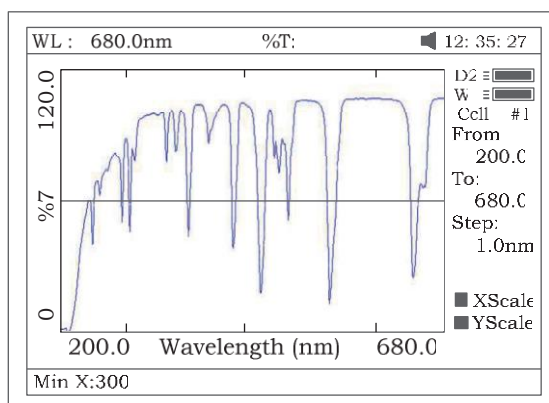
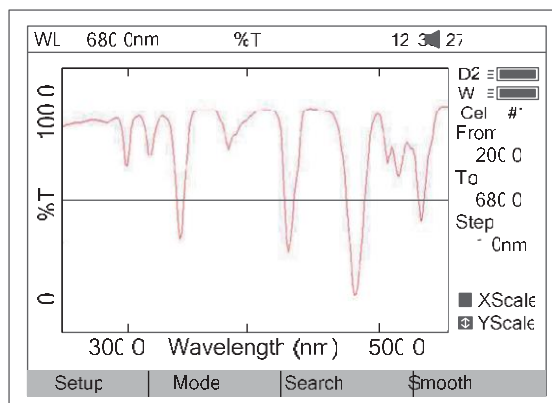

Fig46
Fig 47
- 5 Si desea cambiar la escala, pulse < o > para cambiar la escala “x” (Fig 46), introduzca los límites superior e inferior pulsando el teclado numérico. Para cambiar la escala “y” pulse Δ o ∇ . Después de estos cambios el instrumento redibujará la curva (Fig 47).
Pulse **SAVE** para guardar la curva. Nota: **Open/Save** requiere mostrar la primera página del barrido (Fig. 47). Pulse **ESC** durante la búsqueda para regresar a la página requerida.